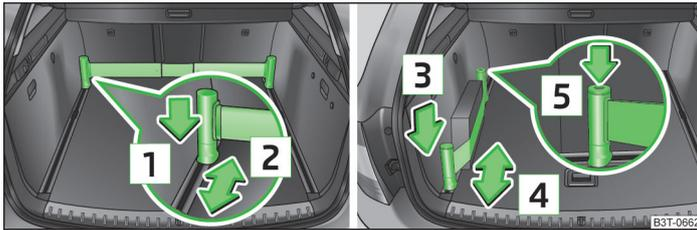

Abb. 99 Teleskopstange und Spanngurt
- Den oberen Teil des Halters in Pfeilrichtung **1** drücken » Abb. 99 und gleichzeitig in die gewünschte Position in Pfeilrichtung **2** schieben.
- Den Halter in Pfeilrichtung **3** drücken » Abb. 99 und gleichzeitig in die gewünschte Position in Pfeilrichtung **4** schieben.
- Der Spanngurt kann durch Drücken der Taste **5** auch vollständig aufgerollt werden » Abb. 99.